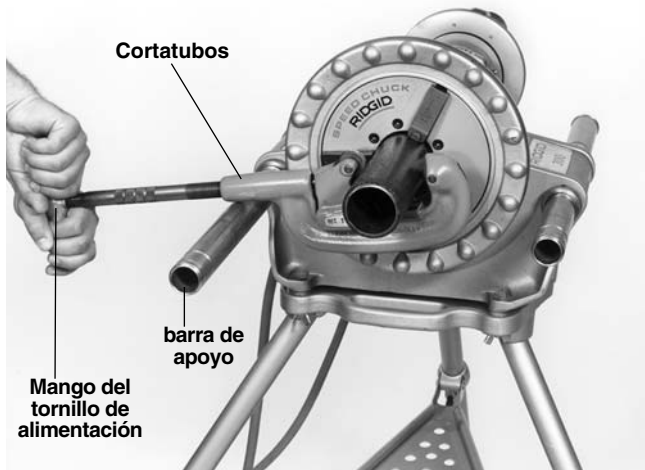

Figura 5 – Corte de un tubo con una cortadora o cortatubos manual
2. Alinee las ruedas de corte con la marca en el tubo y pose el cuerpo del cortatubos sobre la barra de apoyo izquierda (*Figura 5*). Con la mano apriete el cortatubos contra la pieza de trabajo haciendo uso del mango del tornillo de alimentación, mientras mantiene las ruedas del cortatubos alineadas con la marca.
5. Agarre el mango del tornillo de alimentación de la cortadora con ambas manos (Figura 5) y con su pie izquierdo baje y mantenga oprimido el interruptor de pie.